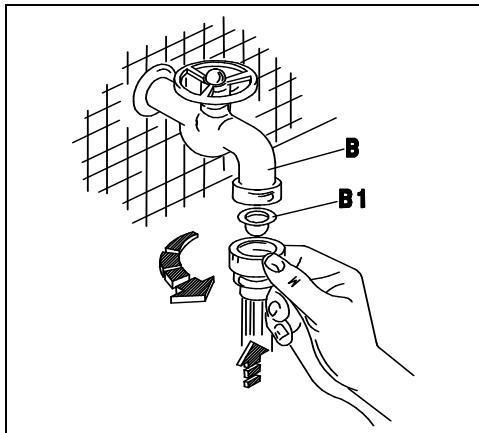
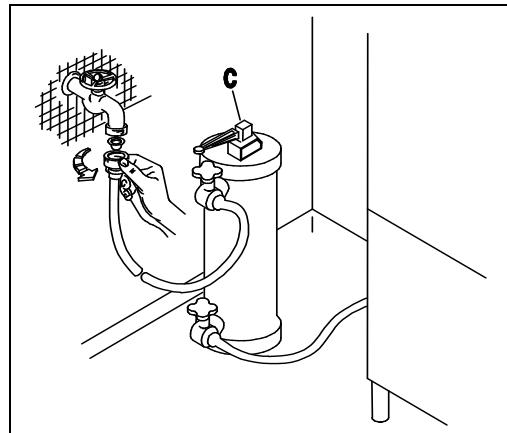
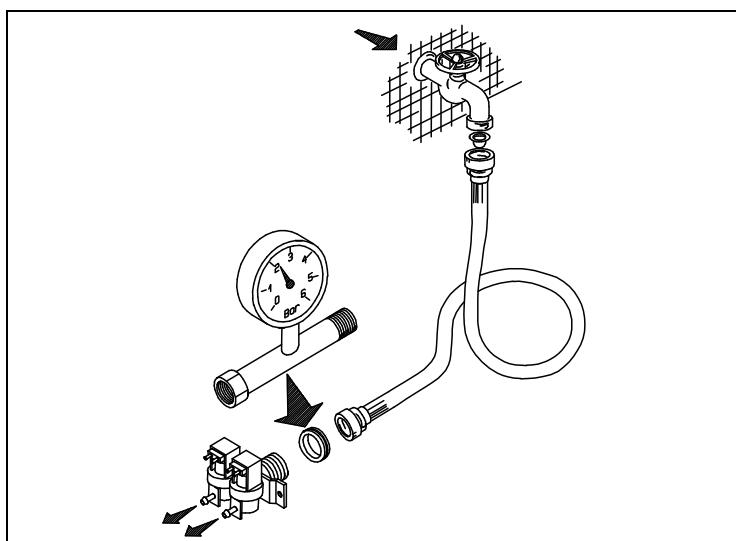
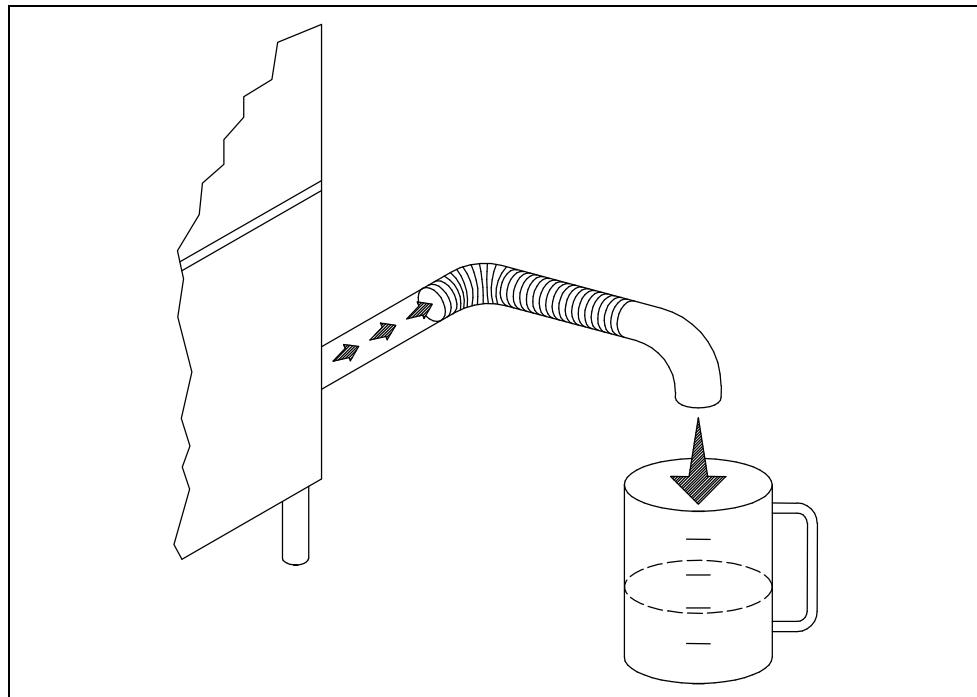

Fig. 2-2
Fig. 2-3
Fig. 2-4
Fig. 2-5
- L'apparecchio è previsto per l'allacciamento all'acqua fredda o calda (max 50 ÷ 55°C), con una pressione a valvola aperta come indicato nella Tab. 2-1. In caso di pressione superiore alla massima consigliata, bisogna installare un riduttore di pressione. In caso di pressione inferiore alla minima consigliata, bisogna installare una pompa di aumento di max 0.5 Hp, con una portata di 20 L/min ed una prevalenza di 15÷20 mt. Il controllo della pressione deve essere effettuato all'ingresso dell'elettrovalvola (ved. fig.2-4). La condutture dell'acqua deve avere un diametro interno di almeno 16/18 mm (ved.fig.2-5). Collegare il tubo di carico acqua dell'apparecchio ad un rubinetto d'intercettazione (B), posto preferibilmente nelle immediate vicinanze dell'apparecchio, interponendo l'apposito filtro in dotazione (B1) (ved. fig.2-2). Si consiglia l'installazione di un decalcificatore (C) (non in dotazione), montato a monte dell' elettrovalvola della macchina (ved. fig. 2-3).
- The appliance is designed for connection to the cold or hot water supply (max. 50 55°C) at a mains pressure with the valve open as shown in Table 2-1 and a minimum output of 10 litres/min. If pressure exceeds the maximum, fit a pressure reducer. If pressure is lower than the minimum, fit a pressure booster pump of max. 0.5 HP, with an output of 20 litres/min. and a head of 15÷20 metres. Pressure must be measured at the solenoid valve inlet (see fig. 2-4). The water pipes must have an internal diameter of at least 16/18 mm (see fig. 2-5). Connect the appliance water supply pipe to a cut-out tap (B), preferably placed close to the appliance, fitting the special filter provided (B1) (see fig. 2-2). We recommend fitting a water softener (C) (not provided) upstream from the machine solenoid valve (see fig. 2-3).
- Das Gerät ist für den Anschluss an Warm-und Kaltwasser (max. 50-55°C) vorgesehen, wobei der Druck bei offenem Ventil dem in Tab. 2-1. Bei höherem Druck als dem empfohlenen einen Druckminderer installieren. Bei niedrigeren Druck als empfohlen eine Druckerhöhungspumpe mit max. 0,5 PS , einer Förderleistung von 20l/min und einer Förderhöhe von 15-20m installieren. Die Druckkontrolle muss am Eingang des Elektroventils erfolgen (siehe Bild 2-4). Die Wasserleitung muss einen Innendurchmesser von mindestens 16/18 mm aufweisen (siehe Bild 2-5). Den Zulaufschlauch des Gerätes an einen möglichst nahegelegenen Wasserhahn (B) anschliessen und den vorgesehenen Filter (B1) anbringen (siehe Bild 2-2). Der Einbau eines Etalkers (C) wird empfohlen; dieser gehört nicht zur Ausstattung und muss vor dem Elektroventil der Maschine eingebaut werden. (siehe Bild 2-3).
- L'appareil peut être raccordé à l'eau froide ou chaude (50:55°C max) à une pression, soupape ouverte, comme indiqué dans le tableau 2-1. Si la pression dépasse la pression maximum conseillée, il faut installer un réducteur de pression. Si la pression est inférieure à la pression minimum conseillée, il faut installer une pompe pour faire augmenter la pression de 0,5 Hp max., à un débit de 20 litres /min et à une hauteur d'élévation de 15-20 m. Le contrôle de la pression sera effectué à l'entrée de l'électrovanne (voir fig. 2-4). Les conduites d'eau auront un diamètre interne d'eau moins 16/18 mm (voir fig. 2-5). Raccorder la conduite d'arrivée de l'eau de l'appareil à un robinet secondaire (B), installé si possible tout près de l'appareil, après avoir intercalé le filtre spécial fourni (B1) (voir fig. 2-2). Nous conseillons d'installer un adoucisseur (C) (non fourni) qui sera monté en amont de l'électrovanne de la machine (voir fig. 2-3).
- Este aparato se puede alimentar con agua caliente o fría (máx. 50 ÷ 55°C); la presión del agua con válvula abierta está indicada en la tabla 2-1. En caso de que la presión fuera superior a la máxima que se aconseja, instale un reductor de presión; si fuera demasiado baja, instale una bomba de aumento de presión de 0,5 Hp (máximo), con un caudal de 20 litros por minuto y una altura de elevación de 15 a 20 m. El control de la presión se debe efectuar en la entrada de la electroválvula (véase fig. 2-4). La tubería del agua debe tener un diámetro interior de 16-18 m. por lo menos (véase fig. 2-5). Conecte el tubo de alimentación del agua del aparato a un grifo de paso (B), que irá montado preferentemente muy cerca del aparato, tras interponer el filtro (B1) del equipamiento base (véase fig. 2-2). Es aconsejable instalar un descalcificador (C) (que no forma parte del equipamiento base). El descalcificador irá montado antes de la electroválvula de la máquina (véase fig. 2-3).